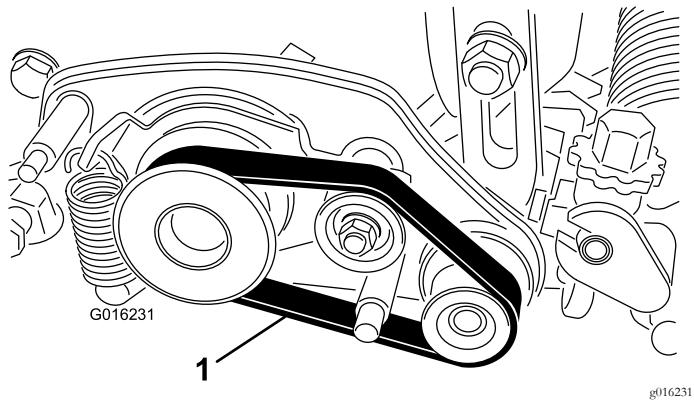

图16
36. 在主动皮带轮、怠轮皮带轮和从动皮带轮上装上皮带、如图16 所示。